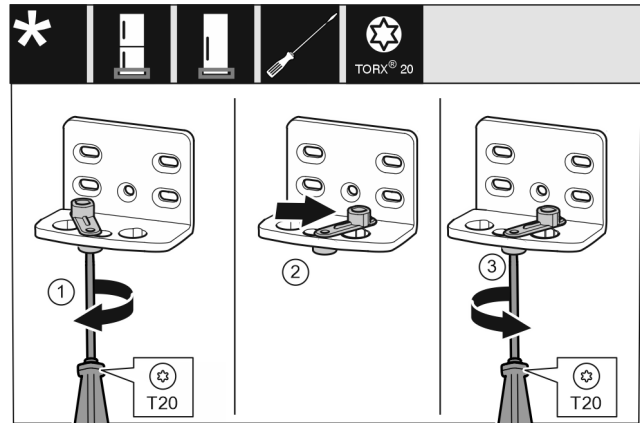

Fig. 13
- ▶ Înșurubați slăbit șurubul cu șurubelnița T20. Fig. 13 (1)
- ▶ Ridicați dispozitivul auxiliar de închidere a ușii și rotiți-l cu 90° spre dreapta în orificiu. Fig. 13 (2)
- ▶ Înșurubați ferm șurubul cu șurubelnița T20. Fig. 13 (3)